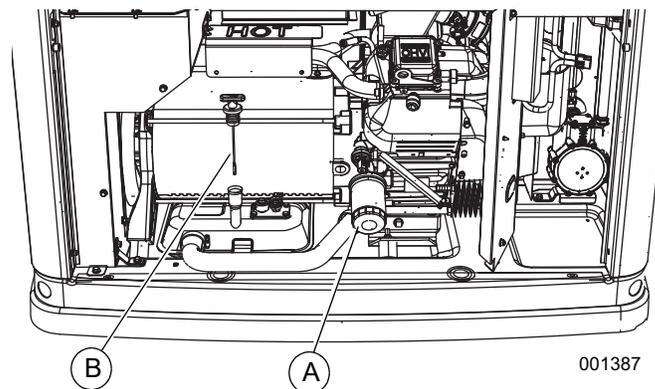

Figure 4-5. Jauge d'huile et filtre à huile
6. Voir la Figure 4-5. Dévissez le filtre à huile usagé (A) pour le retirer. Vous pouvez utiliser une serviette ou un petit récipient pour recueillir toute huile résiduelle lors du retrait du filtre.